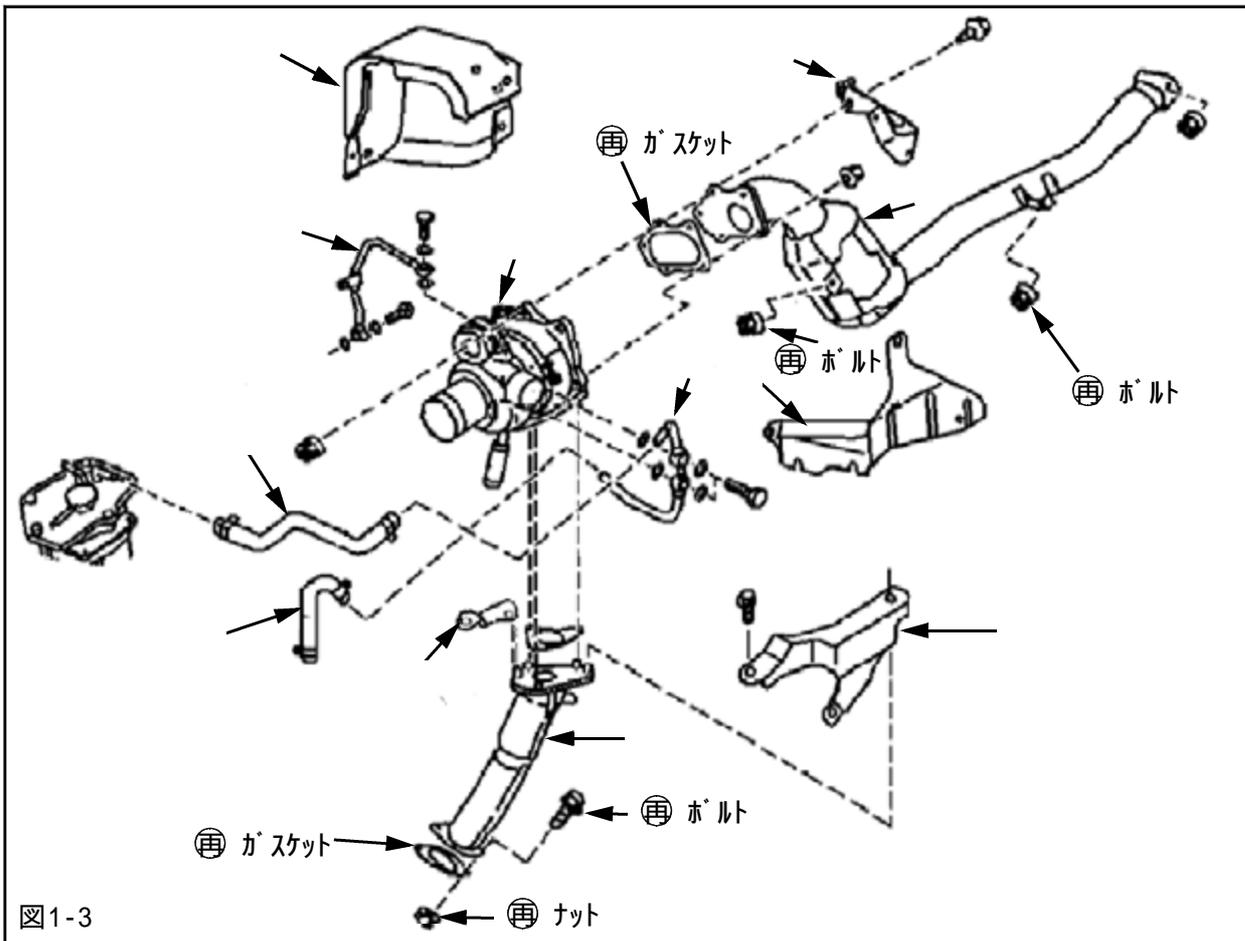

図1-3
(6)ターボチャージャAssy及び周辺部品 ~ を順に取外してください。取外したパーツは大切に保管しておいてください。(図1-3,図1-4)